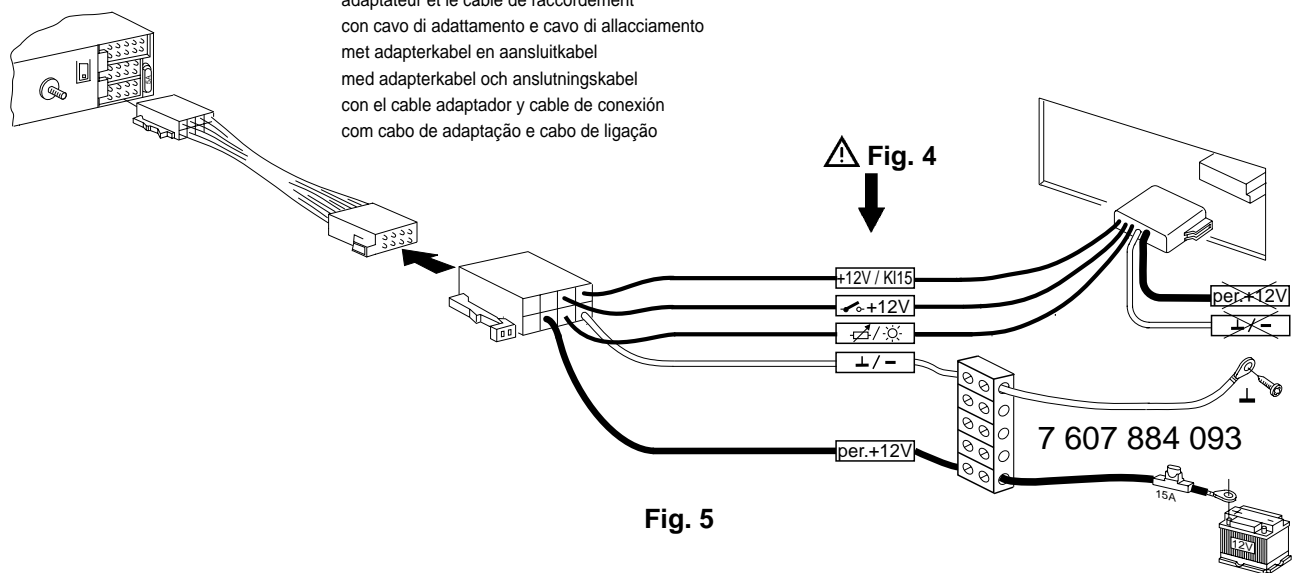

Fig. 5
- Plus-/Minus-Anschluß mit Kfz-spezifische Adapterkabel Fig. 5
- Positive/negative connection with vehicle-specific adapter cable Fig. 5